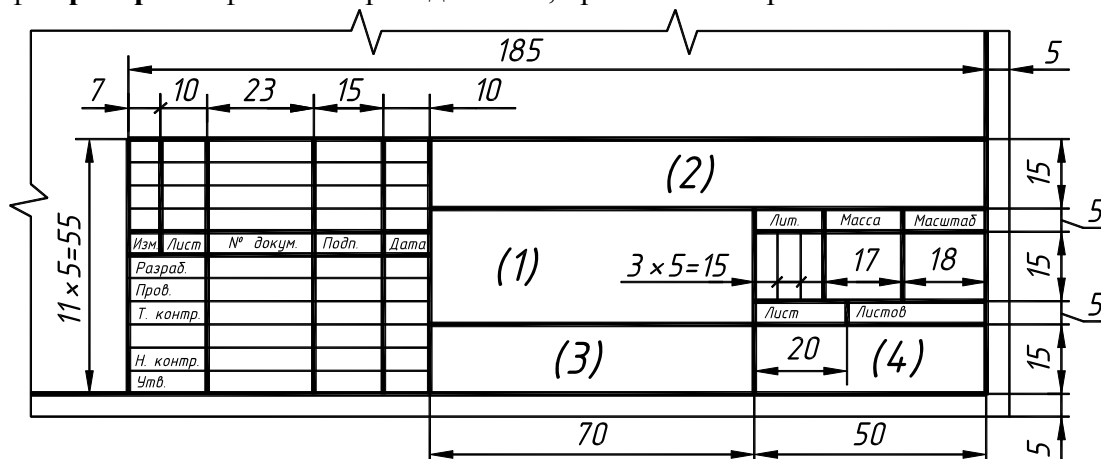

Рис. 5
В этом же семестре необходимо выполнить задание № 2, состоящее из трех работ. Каждую работу выполнить на отдельном листе чертежной бумаги (ватмана) формата А3 (297×420 мм) при помощи чертежных инструментов карандашом. В правом нижнем углу формата, вплотную к рамке, необходимо привести основную надпись, форма и размеры которой установлены ГОСТ 2.104-2006 (рис. 5). В графах основной надписи (номера граф на формах показаны в скобках) указывают:
7. Заполнить основную надпись чертежа в соответствии с ГОСТ 2.104-2006. Обратите внимание на разную толщину линий основной надписи (см. рис. 5).